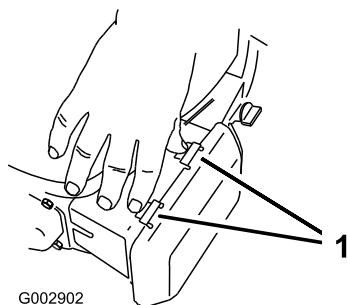

Figura 17
1. Presione hacia abajo los cierres de la parte superior de la tapa del filtro de aire (Figura 17).